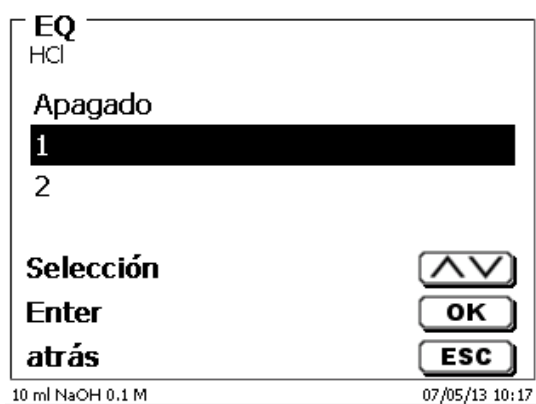

Fig. 161
El reconocimiento automático del punto de equivalencia (EQ) puede activarse y desactivarse en caso de titulación lineal o dinámica (Fig. 161).